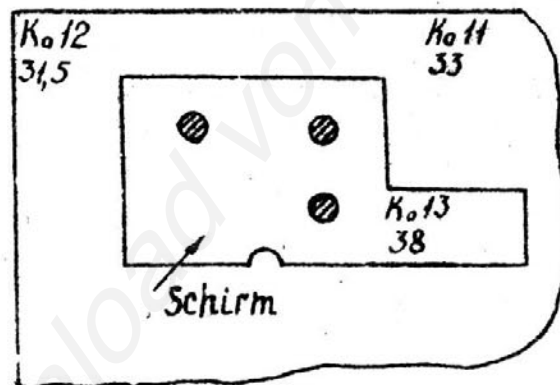
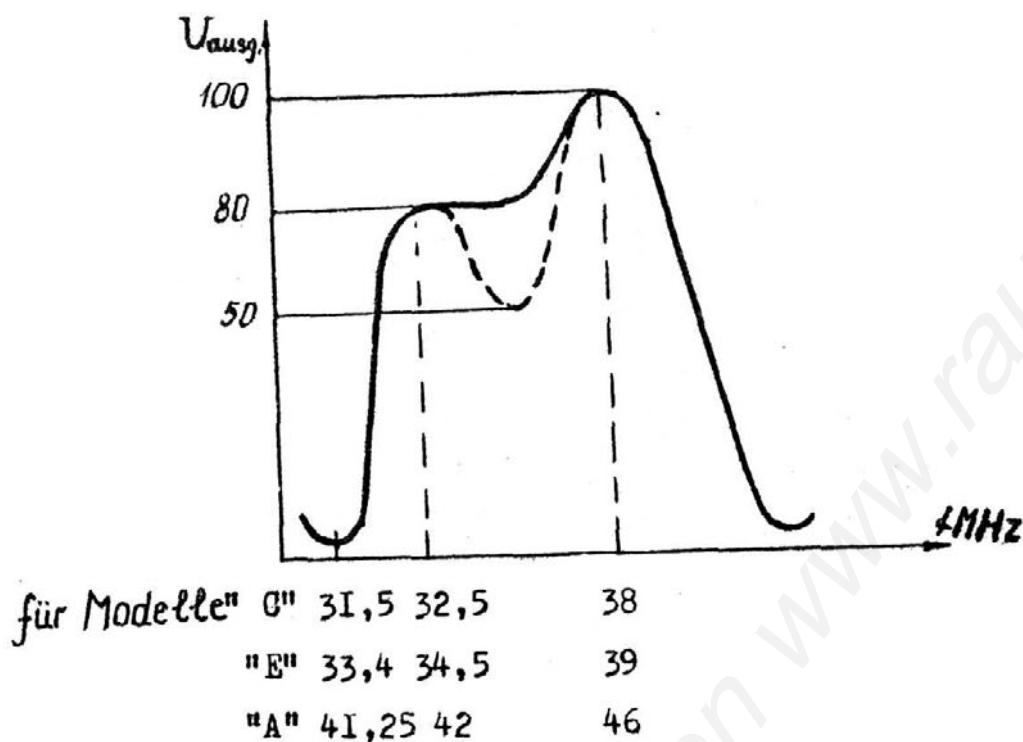

Abb. 4. Leiterplatte von der Bauelementeseite
Abb. 5. Frequenzkurve der Endstufe des Bild- und Ton-ZF-Verstärkers
- d) durch Drehen der Kerne der Schwingkreise Ko11, Ko12, Ko13, die in Abb. 4 gezeigt sind, wird am Bildschirm des Wobbelgenerators die in Abb. 5 gezeigte Frequenzkurve erreicht.